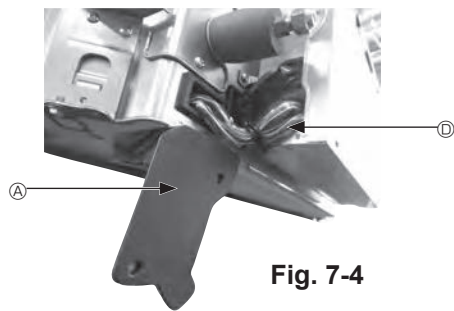

Fig. 7-4
- ① Відкрутіть два гвинти, що кріплять кришку проводів основного блока, і відкрийте її.
- ② Прокладіть кабелі датчика i-See та приймача сигналу через кабельні входи в розподільному ящику, як показано на схемі, і навколо втулок збоку основного блока. (Fig. 7-4)